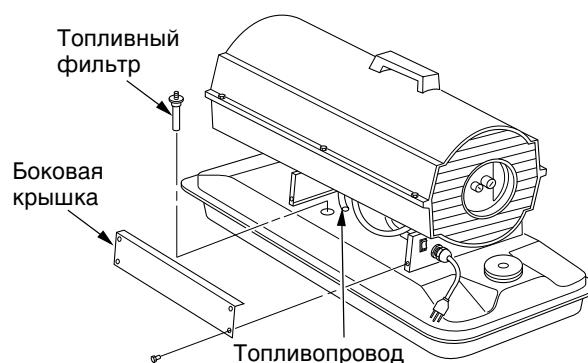

Рис. 9. Снятие топливного фильтра, нагреватели мощностью 10 и 20 кВт
3. Снимите 4 винта боковой крышки, пользуясь 5/16-дюймовым гайковертом. Снимите боковую крышку (см. Рис. 9 или 10, стр. 10).
12. Установите боковую крышку (см. Рис. 9 или 10, стр. 10).